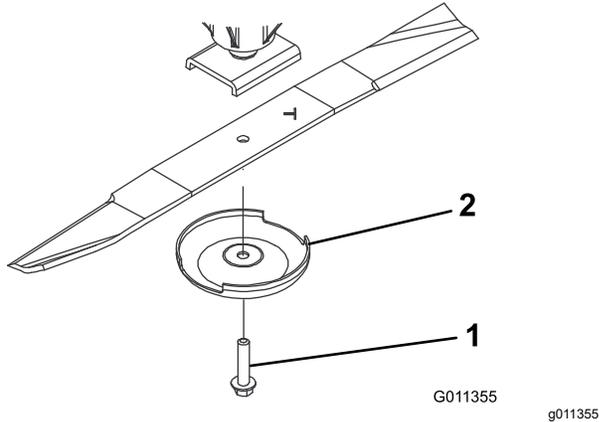

Figure 90
3. Enlevez le boulon, la coupelle de protection et la lame de l'axe de pivot (**Figure 90**).